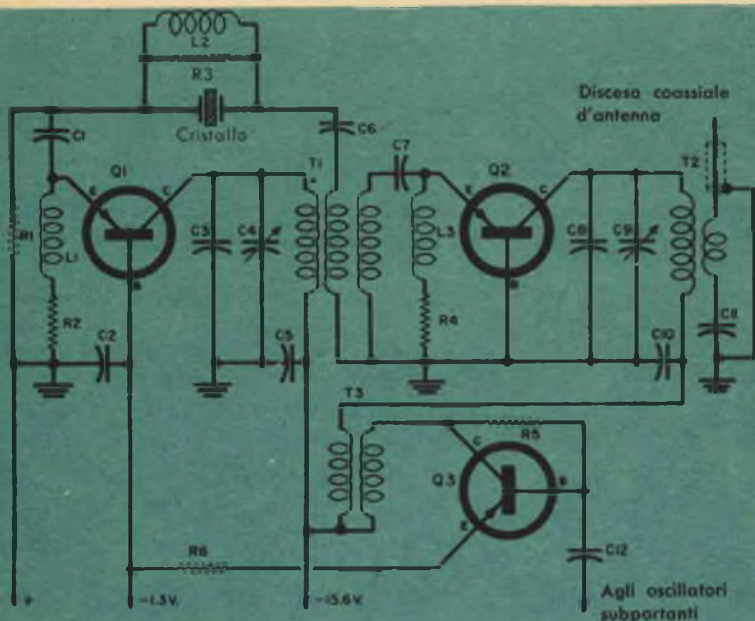

Fig. 1 - Il trasmettitore da 60 mW usato nell'Explorer 1. Vengono impiegati transistori speciali per alte frequenze.
Trovare il fusibile. — Accendendo un ricevitore di tipo vecchio ascoltate il ronzio del vibratore. Se non si sente ronzio: 1) il fusibile è interrotto; 2) il vibratore non si avvia; 3) l'interruttore è guasto. Controllate prima il fusibile; nella maggioranza delle automobili il fusibile si trova sotto il cruscotto e nel filo di tensione che arriva all'apparecchio. Trovato il fusibile, controllate che non sia interrotto (fig. 1 A); attenzione ai fusibili interrotti perchè consumati (fig. 1 B).
Fig. 1 - Due tipi di guasti ai fusibili. La fusione (A) indica generalmente corrente eccessiva dovuta a cortocircuito momentaneo o permanente nel ricevitore. La rottura (B) indica solo che il fusibile deve essere sostituito.
Probabilmente l'oggetto di maggiore interesse è il radiotrasmettitore. In *fig. 1* è riportato lo schema del trasmettitore « di alta potenza » da 60 mW dell'Explorer I. Vengono usati transistori speciali per alta frequenza, non in vendita al pubblico; Q1, Q2 e Q3 sono transistori p-n p a base diffusa al germanio; Q1 e